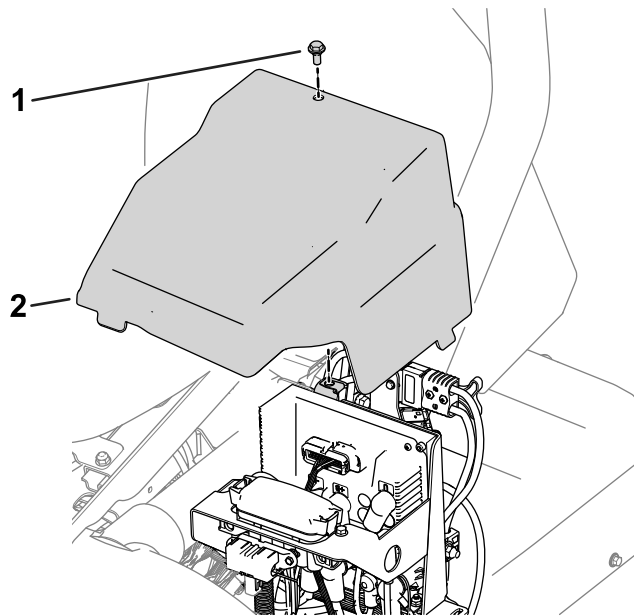

Figure 34
1. Déposez le couvercle gauche de la machine (Figure 34).
5. Posez le couvercle gauche (Figure 34).